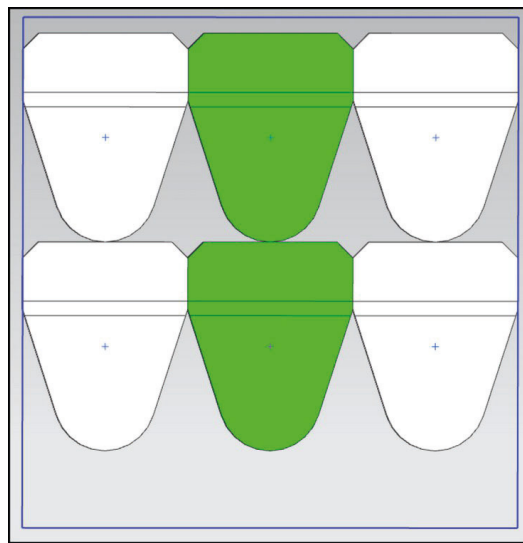

Рис. 5.10. Положение заготовок после выполнения опции «Копировать заготовку»
3. Выберите в разделе **Тип задачи** **Копировать заготовку** (рис. 5.10).